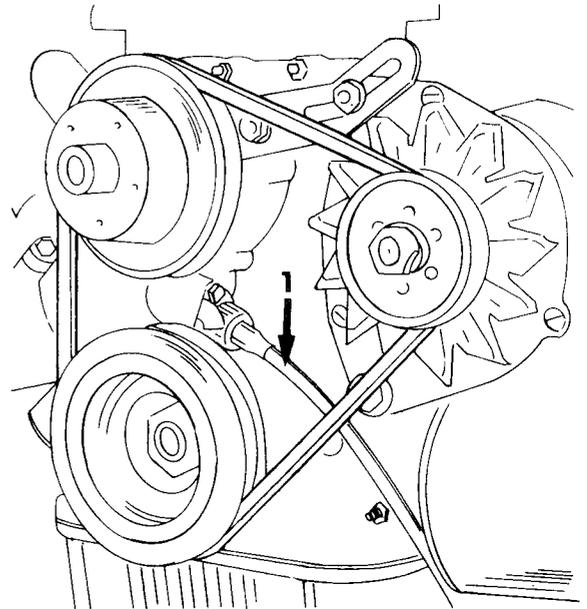

Bild 4
- Unter Bezug auf Bild 4 die Kordelmutter des Drehzahlmesserantriebs abschrauben und die Spirale aus der Wasserpumpe herausziehen.